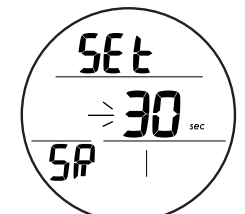

Fig. 66 - RÉGLAGE DU TAUX D'ÉCHANTILLONNAGE
Réglage du taux d'échantillonnage (SR) : paramètres affichés (Fig. 66)